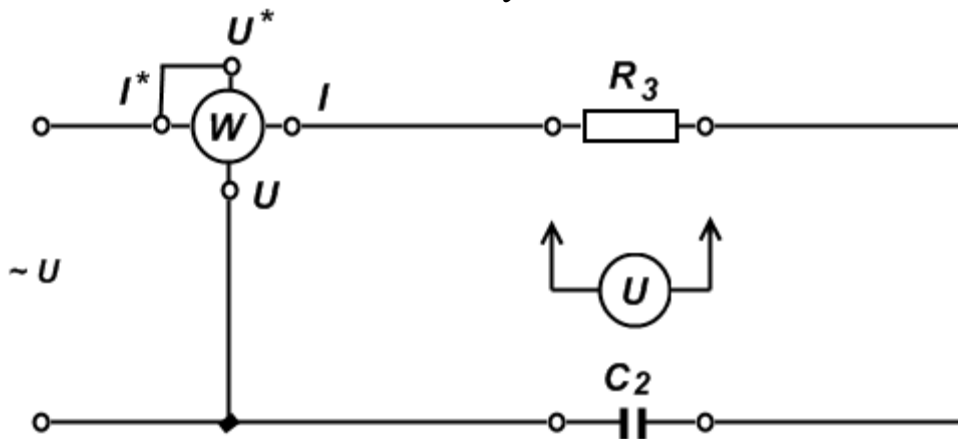

Рис. 1.Схема для исследования последовательной цепи переменного тока, содержащей резистор и конденсатор
2. Собрать электрическую схему (рис.1) и представить на проверку преподавателю. ЛАТР вывести в нулевое положение.